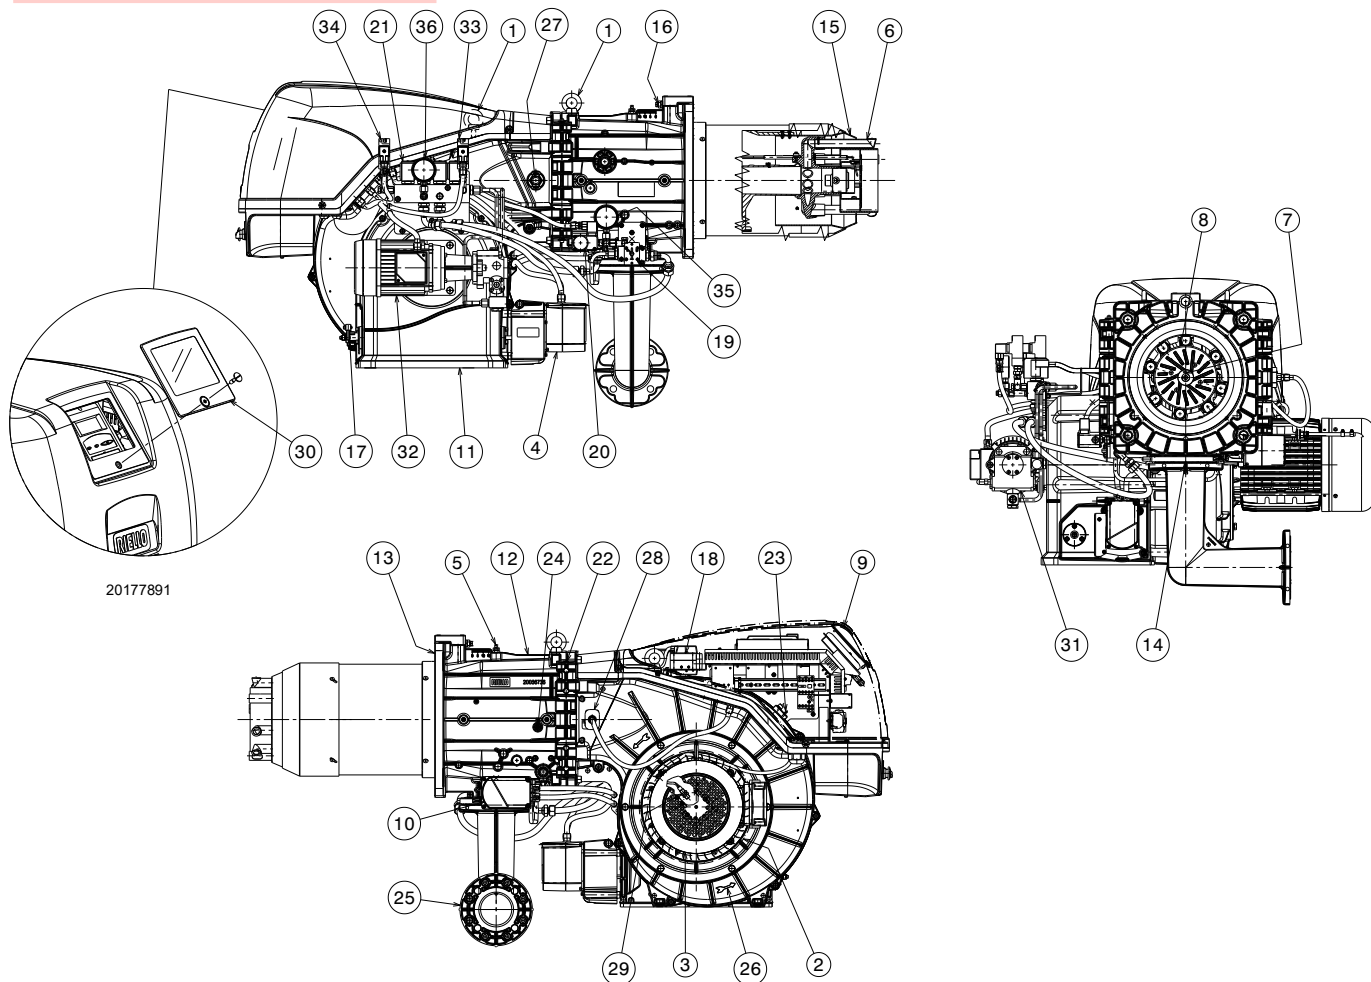

Рис. 5
- (1) Стандартні умови: Температура навколишнього середовища 20 °C — Температура газу 15 °C — Барометричний тиск 1013 мбар — Висота над рівнем моря 0 м.
- (2) Тиск у контрольній точці реле тиску 5)(Рис. 5) при нульовому тиску в камері згоряння та при максимальній потужності пальника.
- (3) Звуковий тиск вимірюється в лабораторії згоряння виробника з пальником на випробувальному котлі на максимальній номінальній вихідній потужності. Сила звуку вимірюється методом «вільного поля» згідно з EN 15036, клас «Точність: Категорія 3», як описано в EN ISO 3746.